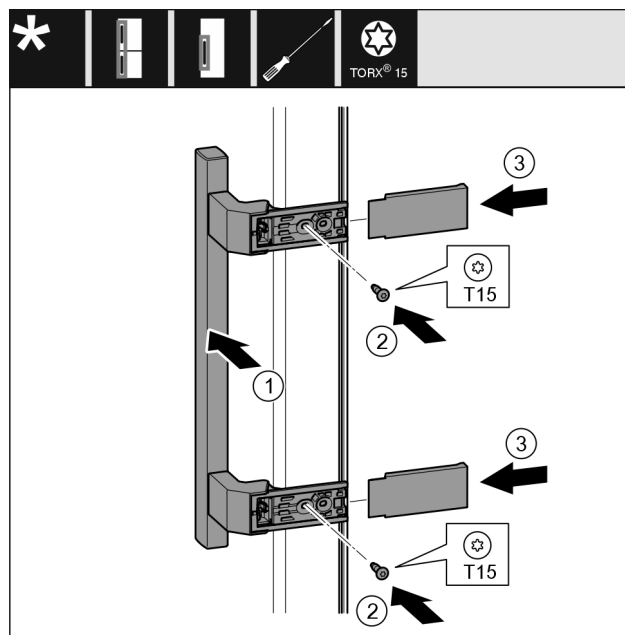

Fig. 43
- ▶ 将把手 Fig. 43 (1)放到反面。
- ▶ 将螺钉 Fig. 43 (2)用螺丝刀拧紧。
- ▶ 将盖板 Fig. 43 (3)放置到侧面并插入。